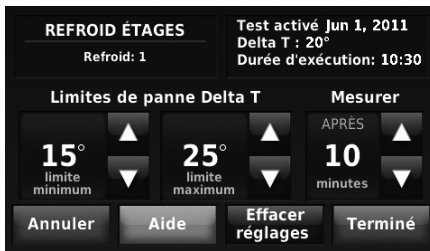

Fig. 19.
- Appuyer sur « Étape 1 » pour régler les limites et la durée de fonctionnement (voir la Fig. 18). Utiliser les données du test sauvegardées situés dans le coin supérieur droit de l'écran pour régler les limites Delta T minimum et maximum ainsi que la durée de fonctionnement (voir la Fig. 19).